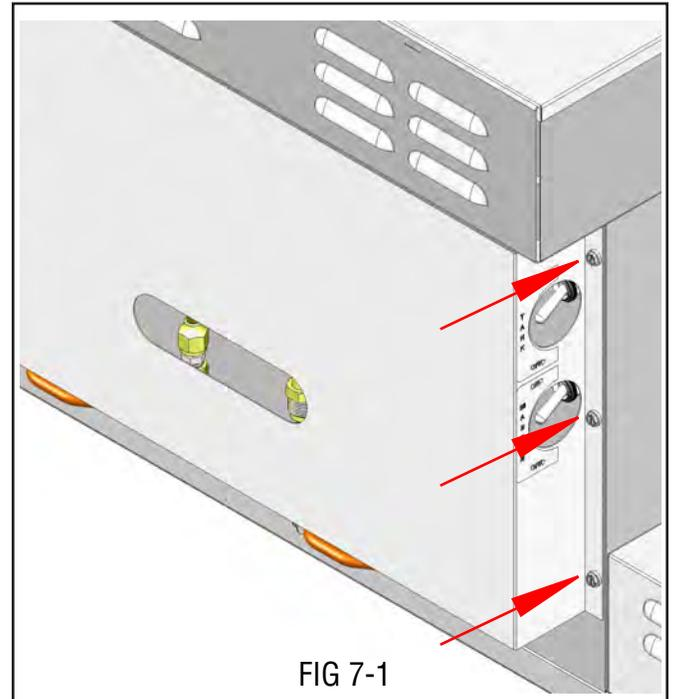

FIG 7-1
1. Retire los seis tornillos que sujetan la cubierta trasera de la conexión (si está instalada). FIG 7-1.